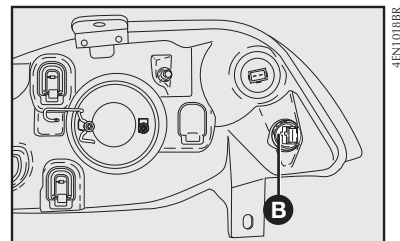

fig. 38
- 2) retirar el portalámparas **B-fig. 38** girando en sentido antihorario;